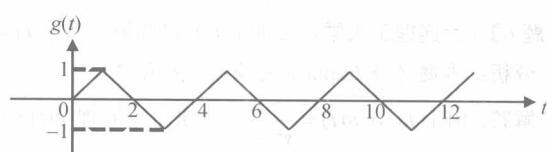

图 2.2
【试题 3】(清华大学, 2001 年) 对于如图 2.2 所示的函数:
解答: (1) 由图 2.2, 其对应的时域表达式为